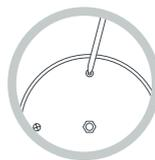

Fig.5b
**2. Válvula de seguridad (7).** Compruebe que la válvula de seguridad funciona correctamente presionando dicha válvula con una varilla fina desde la parte interna de la tapa (Fig. 5b). Para un correcto funcionamiento, debería deslizarse libremente de arriba abajo. En caso de estar bloqueada no use la olla, debe llevarla a un **Servicio Técnico Autorizado** para su revisión.